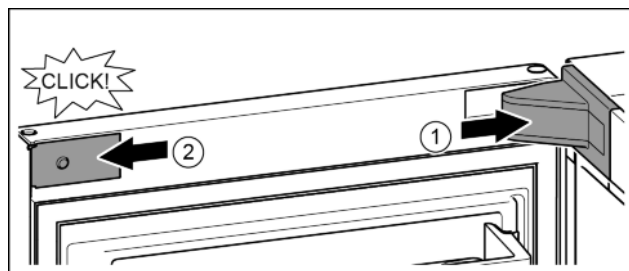

Fig. 24
- ▶ Kryt nasadte a zaklesněte, příp. opatrně odtláče. *Fig. 24 (1)*
- ▶ Kryt bočně nasadte a zaklesněte. *Fig. 24 (2)*